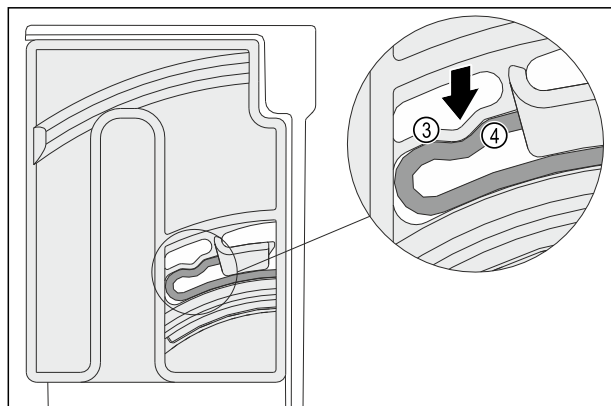

Fig. 117
- ▷ Elastisches Element Fig. 117 (3) der Dreheinheit rastet hörbar in der Rundform der Rippe Fig. 117 (4) ein.